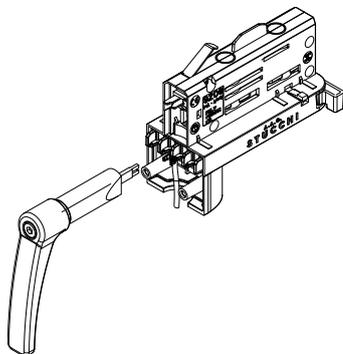
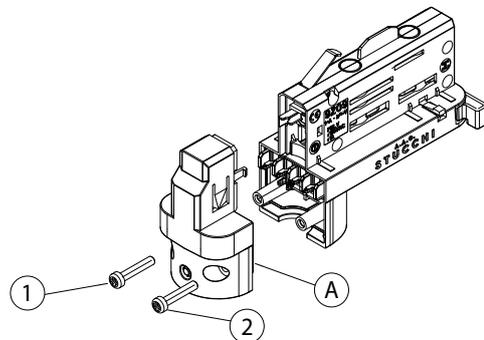

Abb. 1 Stromanschluss Adapter
Abb. 2 Verschließen vom Adapter
Für den Stromanschluss vom Adapter Kabel mit einem Querschnitt von 0,5 mm² bis 1 mm² verwenden, je nach Stromwert vom Strahler und nach Kabeltyp (verlötet oder verzinkt). Zum Verkabeln vom Adapter das Spezialwerkzeug (Abb. 1) verwenden. Das Werkzeug muss gesondert bestellt werden. Sicherstellen, dass die Polarität vom Adapter entsprechend der Markierungen (L / N / T / D+ / D-) beachtet wird. Gegen den Leiter drücken, bis er korrekt im Kontakt sitzt. Es sind zwei Kabelklemmen verfügbar für Kabel mit einem Durchmesser von 6 mm bis 9 mm. S- 9009/10-... (Grundausführung), S-9009/BC-... (mit Blockierungsstift aus Plastik). Zur Befestigung der Leuchten am Adapter kann eines der folgenden drei Zubehörteile verwendet werden: S-9009/M10+S-9009/D-10, S-9009/M10+S-9009/D-10, S-9009/51 (Vorsicht: die Kabelklemme S-9009/BC-... eignet sich nicht für die Verwendung mit diesen Zubehörteilen). Wenn die Leuchte am Adapter angeschlossen worden ist, muss die Abdeckung (A) mit den beiden Schrauben (1) und (2) befestigt werden. Die Abdeckung und die Schrauben werden mit dem Adapter mitgeliefert (Abb. 2).